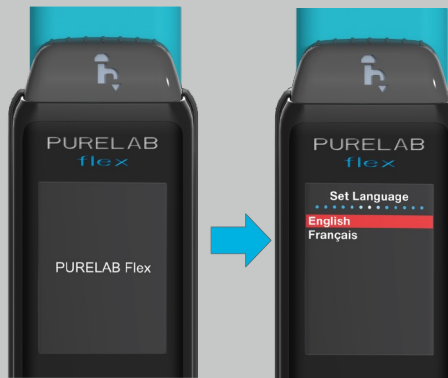

Abb. 4
- Schalten Sie die Stromversorgung ein. Auf dem Bildschirm wird „Sprache einstellen“ angezeigt (Abb. 4).